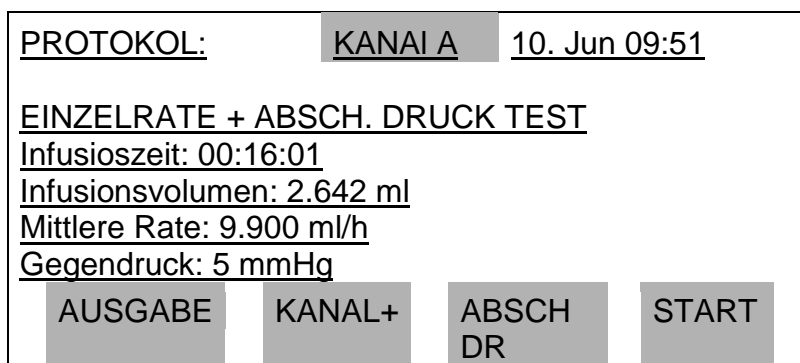

Abb. 4-5: Protokollanzeige für Einzelförderraten- und Abschaltdrucktest.
Abb. 4-5 ist eine Protokollanzeige für den Einzelförderratentest. Die Definition der angezeigten Abkürzungen sind:
**Test:** Der ausgeführte Testtyp (EINZELFOERDERRATE, MEHRFACHFOERDERRATE; PCA PUMPE und ABSCHALTDRUCK). Wenn ein Abschaltdrucktest für eine Einzelförderraten-, Mehrfachförderraten- oder PCA Pumpentest in einer Autosequenz aktiviert ist, erscheint **+ABSCH DR TEST** mit dem Titel des gegenwärtigen Tests, vgl. Abb. 4-5.
Die Protokollanzeige in Abb. 4-5 zeigt eine Autosequenz mit einem aktivierten Abschaltdrucktest. Wenn man in diesem Fall die ABSCH DR Taste drückt, bekommt man das Protokoll für den Abschaltdruck (siehe Abschnitt 4.6.4). Für manuell laufende Einzelförderraten, Mehrfachförderraten, oder PCA Pumpentests oder wenn der Abschalttest in der Autosequenz nicht aktiviert ist, ist die ABSCH DR Taste mit DATEN gekennzeichnet. Durch das Drücken der DATEN Taste, werden die Inhalte der Logdatei angezeigt.
Bei Erscheinen der Protokollanzeige bedienen Sie den Infutest wie folgt, dargestellt in den Abb. 4-5 bis 4-9: